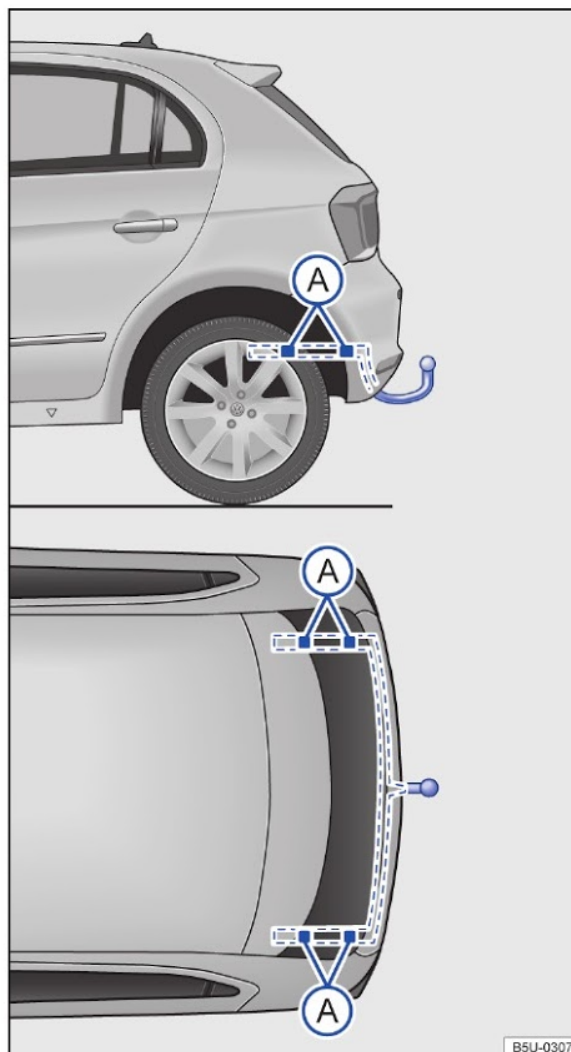

Fig. 101 Pontos de fixação para instalar um dispositivo de reboque posteriormente.
A figura → Fig. 101 ilustra, como exemplo, o ponto de fixação para instalar um dispositivo de reboque do modelo Gol.
A montagem posterior de um dispositivo de reboque deverá ser efetuada de acordo com as instruções do respectivo fabricante do engate, sempre respeitando os pontos de fixação indicados na → Fig. 101 (A).